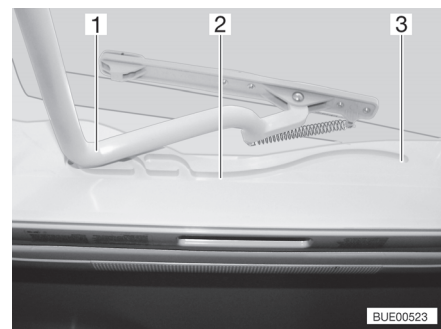

Fig. 18 Glissière (lanterneau Heki)
- Tirer l'étrier (Fig. 18,1) dans les glissières (Fig. 18,2) jusque dans la position la plus reculée (Fig. 18,3).
- Pousser l'étrier (Fig. 18,1) légèrement vers le haut avec les deux mains.
- Tirer l'étrier dans les glissières (Fig. 18,2) jusqu'à la position souhaitée.